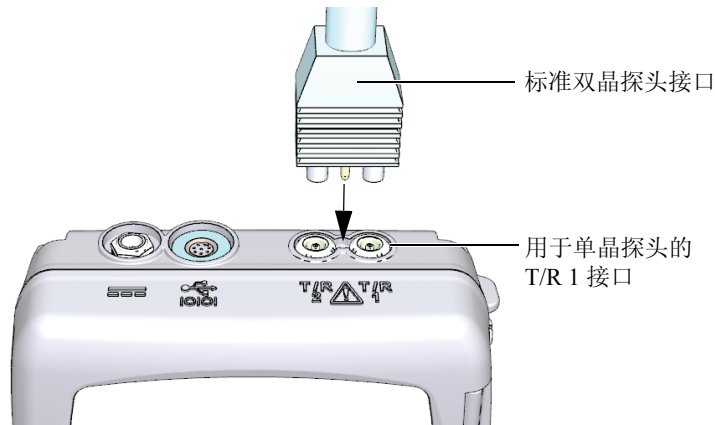

图 5-1 插入探头
1. 将探头插入 38DL PLUS 仪器机壳顶部的探头接口中（参见第 54 页的图 5-1）。单晶探头插入 T/R 1 接口。